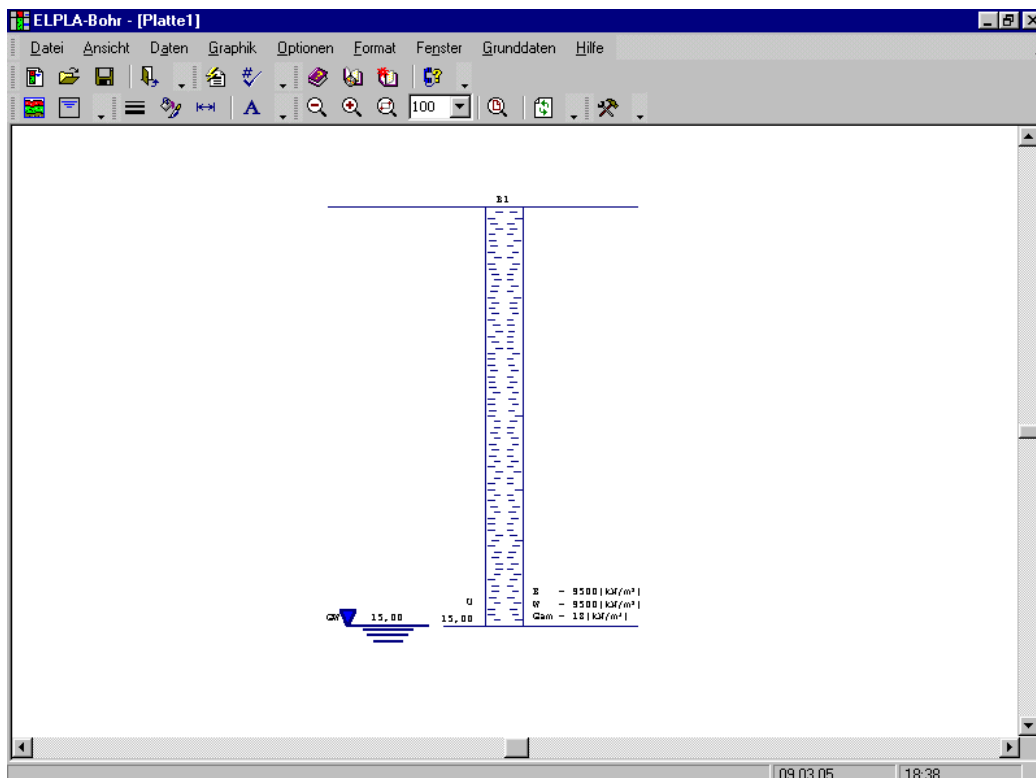

Bild 3-20 Bohrprofil auf dem Bildschirm
Nachdem Sie die Definition aller Baugrunddaten beendet haben, sollte der Bildschirm wie das folgende Bild 3-20 aussehen.
- Wählen Sie "Baugrunddaten speichern" aus dem Menü "Datei" im Bild 3-20, um die Baugrunddaten zu speichern
- Wählen Sie "Baugrunddaten schließen" aus dem "Datei"-Menü im Bild 3-20, um das Unterprogramm *ELPLA-Bohr* zu schließen und zum Hauptfenster des Programms *ELPLA-Daten* zurückzukehren